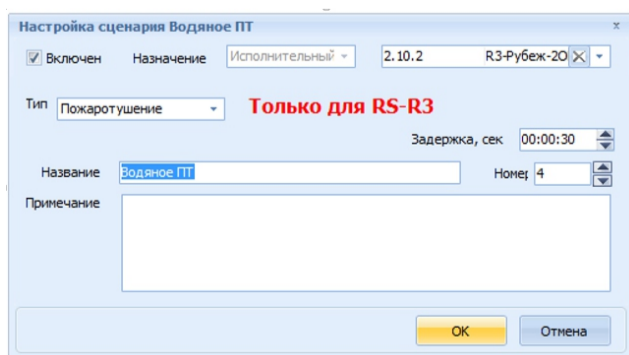

Рисунок 5
5.7 В случае приписывания сценария под задержкой запуска понимается основная задержка сценария (рисунок 5).